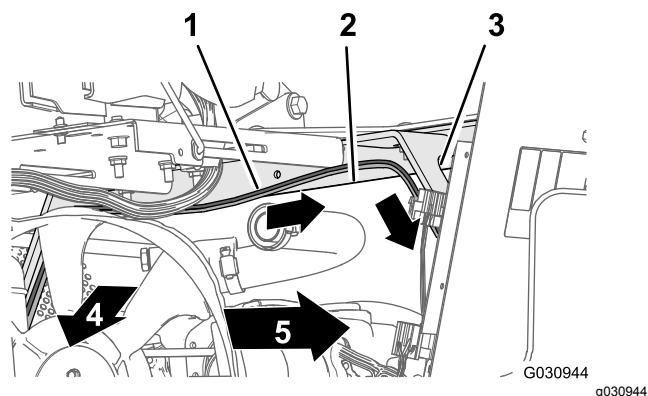

Рисунок 115
2. Проложите ответвление жгута проводов длиной 108 см через угловую часть опоры сиденья и вниз вдоль левой опоры кожуха двигателя (**Рисунок 115**).